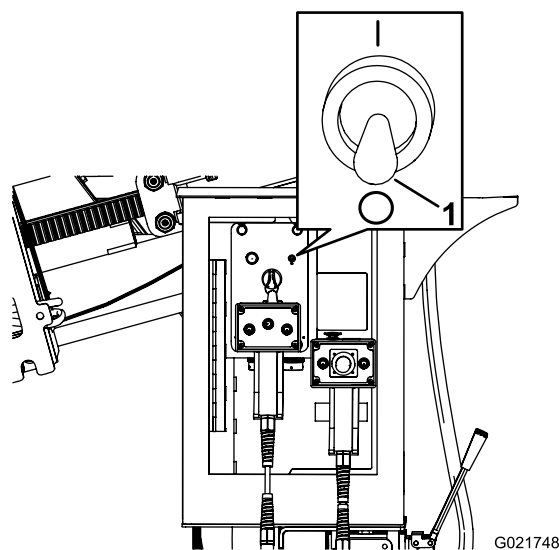

Рисунок 153
2. Убедитесь, что переключатель съемного поливного шланга находится в положении «Выкл.» (Рисунок 153).